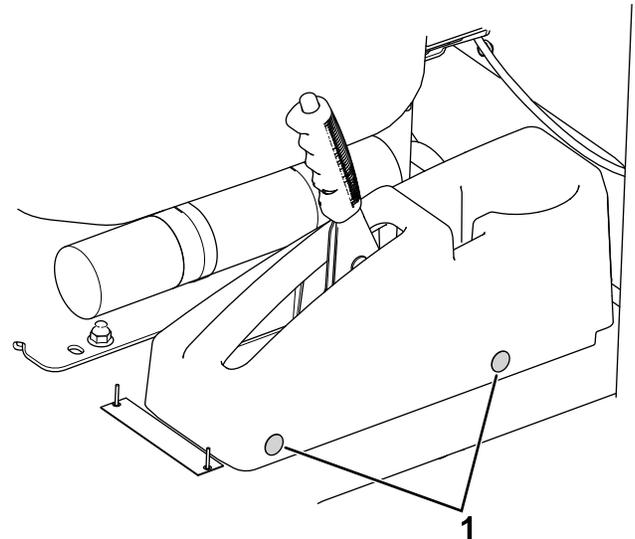

Figura 1
1. Rimuovete i tappi esistenti (Figura 1) da entrambi i lati della protezione del freno di stazionamento.